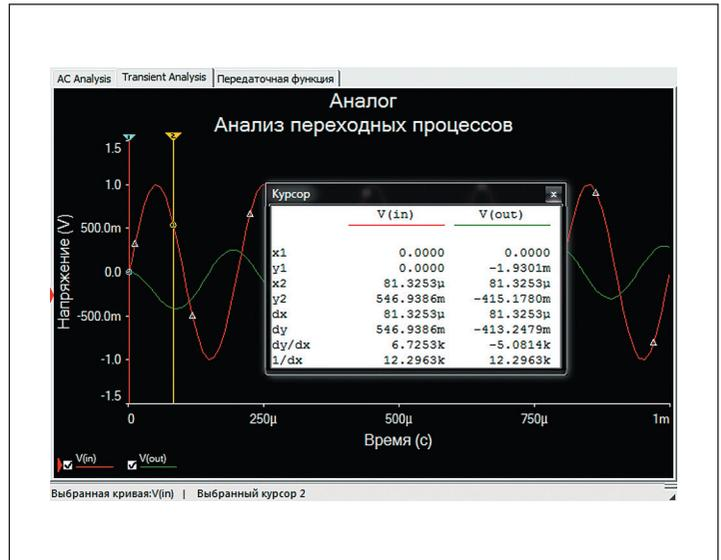

Рис. 4. Результат использования функции «Курсор»
- «Курсоры» — отображение/скрытие двух курсоров и окна данных «Курсор» в окне плоттера (рис. 4);